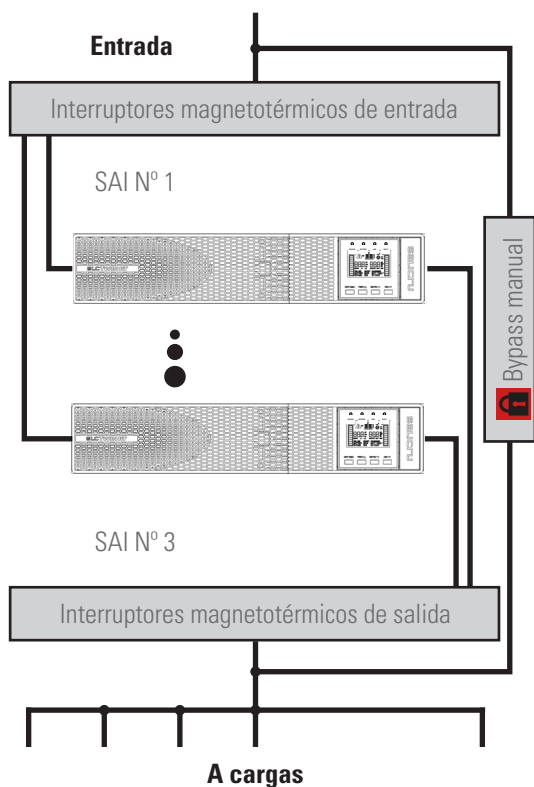

Fig. 18. Instalación en paralelo de dos SAI de 4 a 10 kVA con cuadro de protecciones y bypass manual.
- Es necesario dotar a la instalación del sistemas en paralelo, de un cuadro provisto de las protecciones individuales de entrada y salida, además de un bypass manual con bloqueo mecánico, ver Fig. 18.
- En la Fig. 18 está representado conceptualmente un cuadro de distribución con bypass manual para un sistema en paralelo, representativo para un sólo equipo adaptando el número de interruptores.